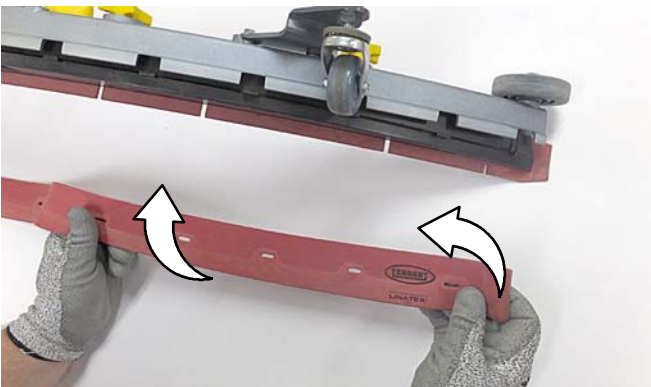

ABB. 88
4. Drehen Sie das hintere Gummi auf eine neue Wischkante und setzen Sie das Gummi wieder ein (Abbildung 88). Sie müssen die Schlitzte im Gummi mit den Laschen der Halterung abgleichen.